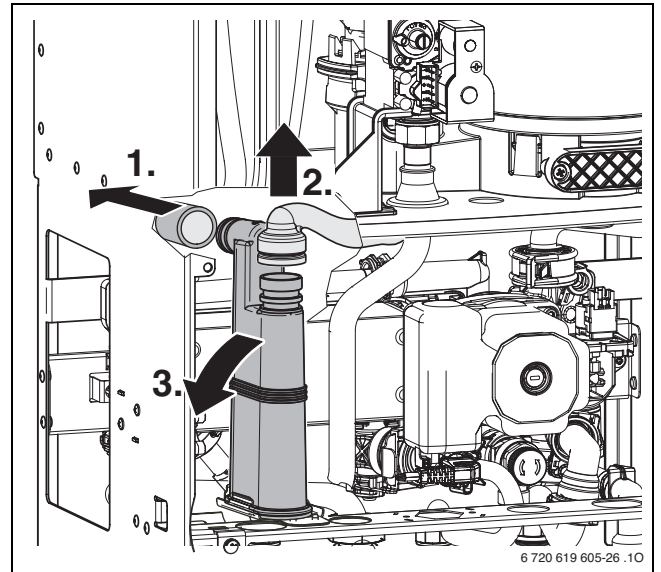

Bild 55
- Kondensatsiphon ausbauen (→ Bild 55) und geeignetes Gefäß unterstellen.